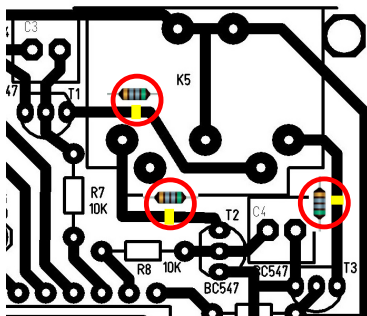

Bild 11
- HF-Störungen durch C3 bis C6 und L1 bis L3 reduziert. Bei älteren Platinenversionen werden zunächst die 3 Leiterbahnen an den markierten Stellen durchtrennt (Bild 11). Die 7 Bauteile werden direkt auf der Lötseite plaziert (siehe Bilder 11 und 12).